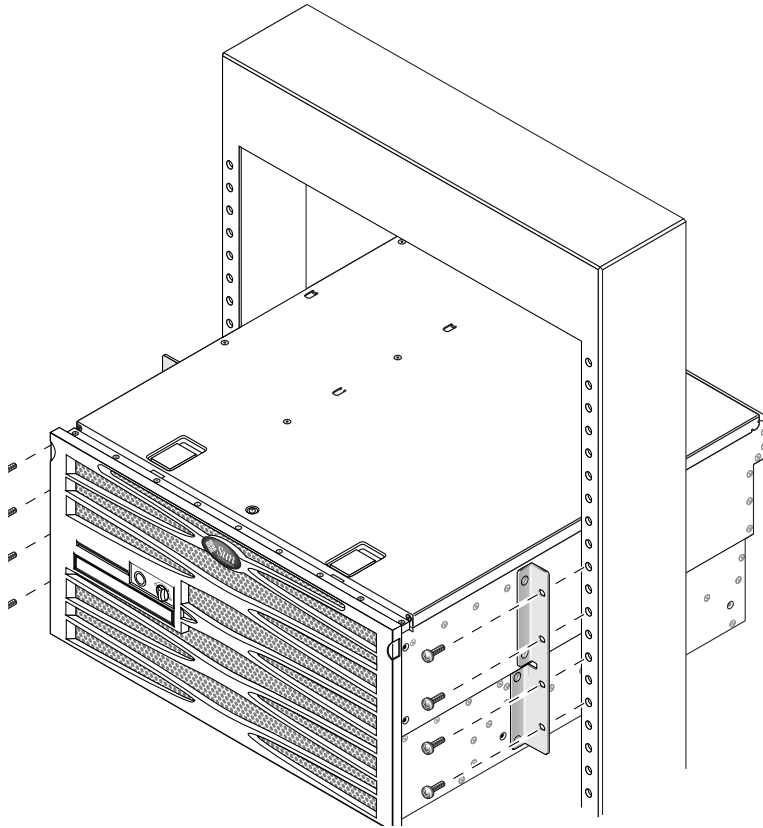

FIGURA 3-28 Installazione e fissaggio del server nel rack a due montanti
4. Utilizzando quattro viti per ciascuna staffa, fissare la parte anteriore del server alla parte anteriore del rack (FIGURA 3-28).